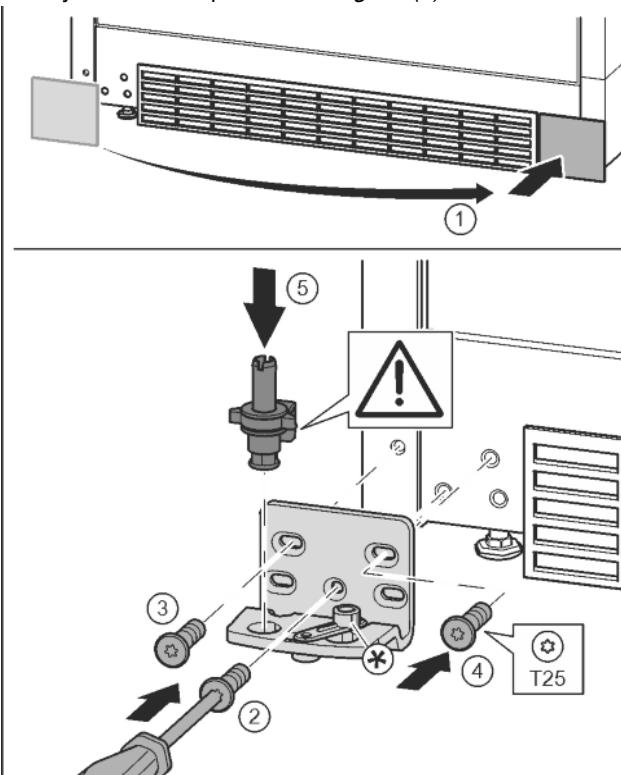

Fig. 18
- Снять крышку и поставить с другой стороны. *Fig. 18 (1)*
- Установить опорный кронштейн с другой стороны и прикрутить с помощью отвертки T25. Начинать с винта 2 в центре. *Fig. 18 (2)*
- Затянуть винты 3 и 4. *Fig. 18 (3, 4)*
- Снова установить опорный палец в сборе. При этом следить за тем, чтобы выступ фиксатора был направлен назад. *Fig. 18 (5)*